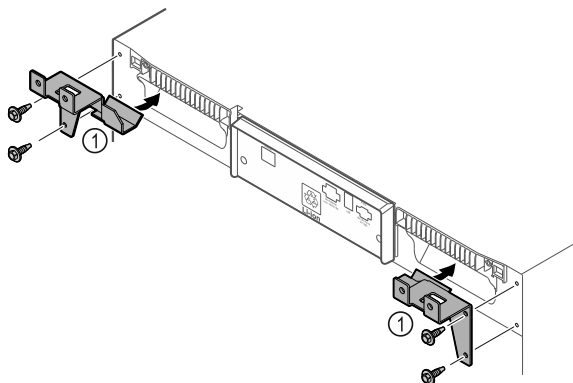

Fig. 8
- ▶ Montoni në pajisje pjesët mbajtëse Fig. 8 (1) me vidat e ofruara.